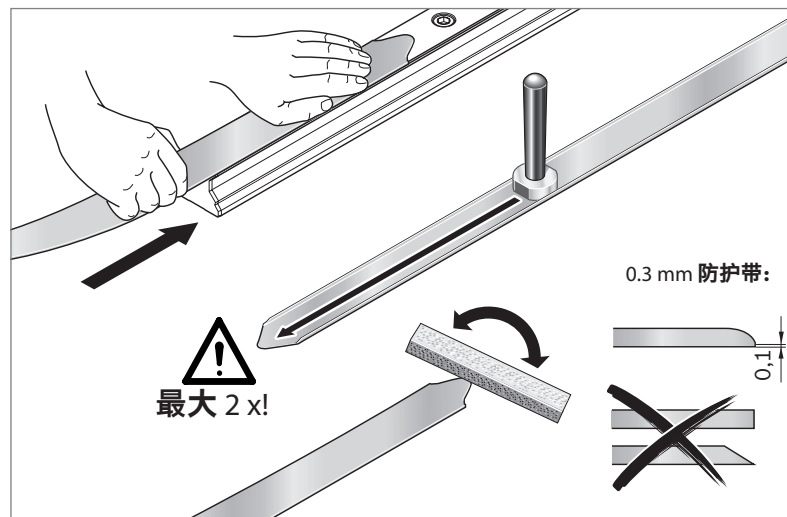

图 49: 检查滑动区
- ▶ 在推上之前注意，将带舌略微向下弯，这样可以使带舌轻松地导向滑块的密封唇下滑过。➡ 图 49